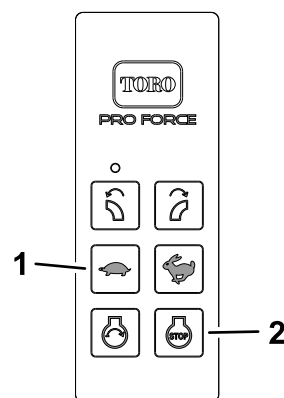

Figure 20
1. Appuyez sur le bouton de BAISSÉ DU RÉGIME MOTEUR (Figure 20) sur la télécommande portable pour réduire le régime moteur (papillon aux 3/4 ouvert approx.).
2. Appuyez sur le bouton d'ARRÊT DU MOTEUR (Figure 20).